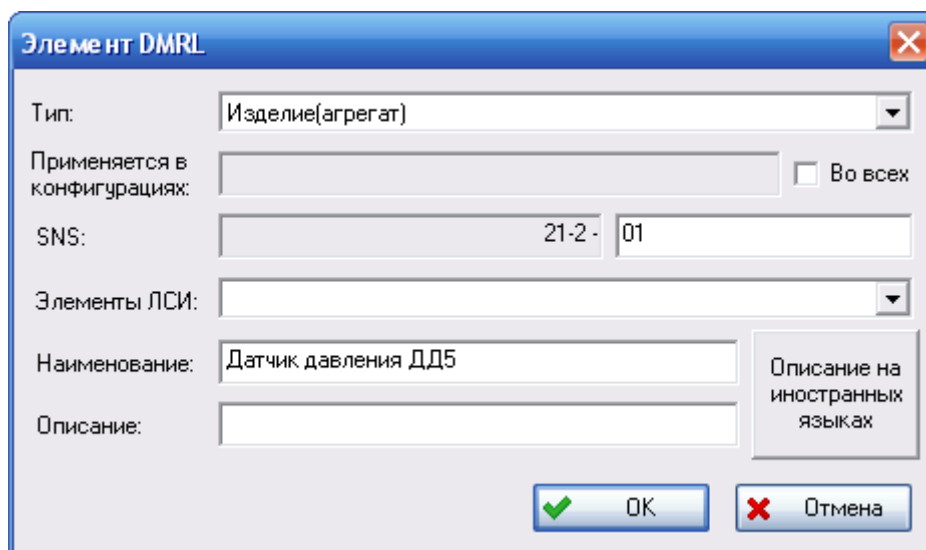

Рис. 9-7
- В появившемся окне **Элемент DMRL** в поле **Тип** выберите значение «Изделие (агрегат)», введите код изделия (агрегата), состоящий из двух цифр, и наименование изделия (рис. 9-7). Код SNS для изделия складывается из кода системы, кода подсистемы 1 уровня, состоящего из двух цифр, и собственного кода, также состоящего из двух цифр.